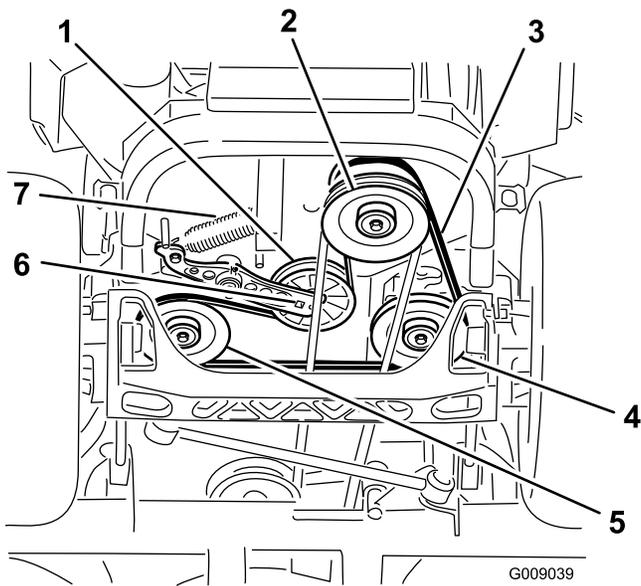

**Bild 74**
12. Bringen Sie die Riemenabdeckungen wieder an (Bild 74).